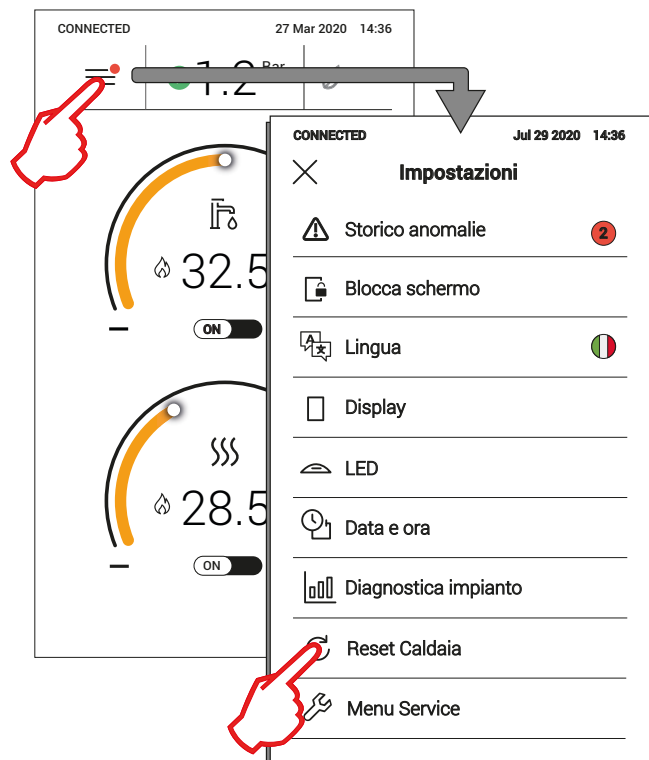

fig. 37
- 2 - Toccando l'icona del menu principale e successivamente [Reset Caldaia] quando appare una schermata simile a quella illustrata in fig. 37 (icona del menu principale con pallino rosso).